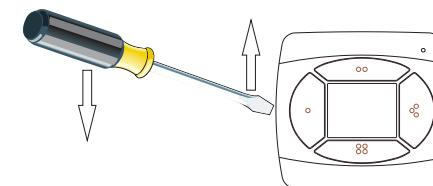

Fig. 3
1. Öffnen Sie den Wandfunktaster mit einem Schraubenzieher, wie in Abb.3 beschrieben.
- 2) remover la batería haciendo palanca con la punta del destornillador sobre el nicho a semicírculo presente sobre el perímetro de la cavidad lleva batería (Fig. 3).